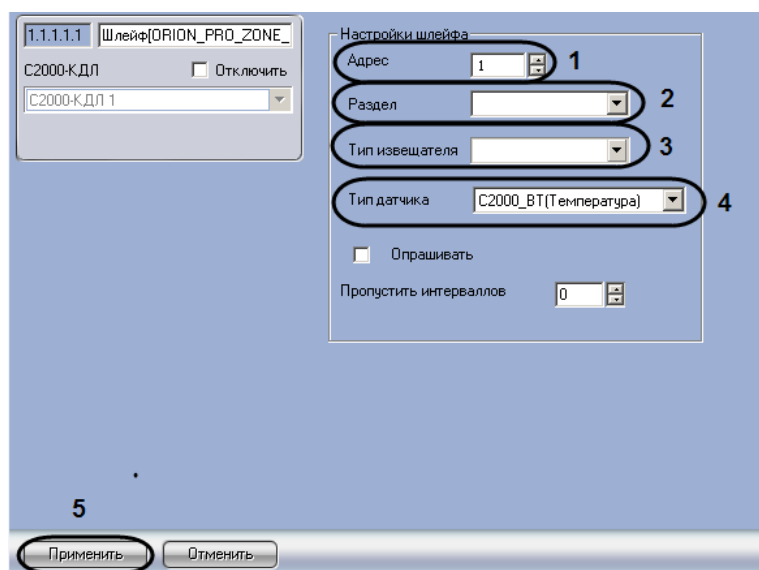

Рис. 3.3—9 Панель настроек объекта Шлейф
2. В поле **Адрес** введен текущий адрес шлейфа (см. Рис. 3.3—9, 1). Настоятельно не рекомендуется изменять адрес. Если такая необходимость все же возникла, следует задать адрес шлейфа таким образом, чтобы он не совпадал с адресами шлейфов, считывателей и других реле, созданных на базе того же объекта, что и настраиваемый.
3. Из раскрывающегося списка **Раздел** выбрать охранную зону, в которую будет входить шлейф (см. Рис. 3.3—9, 2).